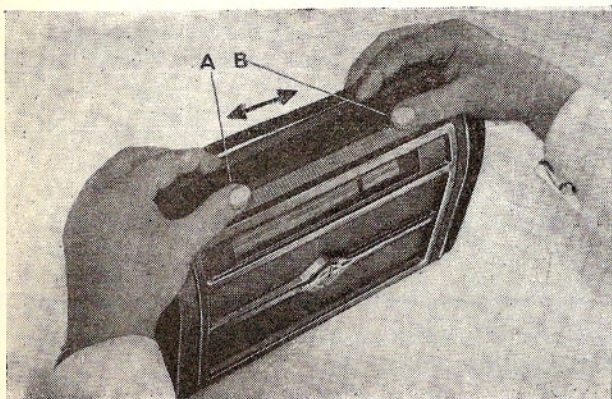

Fig. 1
- 1° Prendre avec les deux mains, entre le pouce et l'index, les deux languettes (A-B) figure 1, les écarter dans le sens des flèches pour libérer la plaque de fermeture.